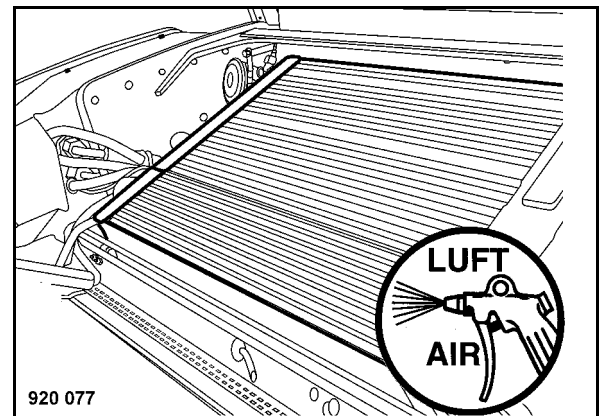

Fig. 140
- Pulire le lamelle dei condensatori sul lato posteriore con aria compressa o acqua fredda (Fig. 140).